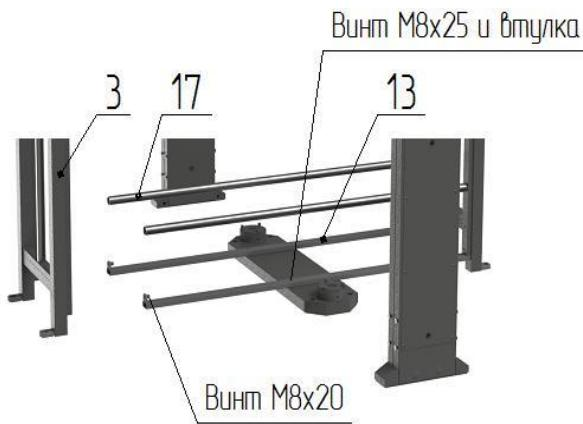

Рис. 2
- к вертикальным стойкам лицевых решеток с внутренней стороны установите нижние стяжки **13** и закрепите винтами M8 к решеткам и к плоскости напольной плиты **7** (рис.2);